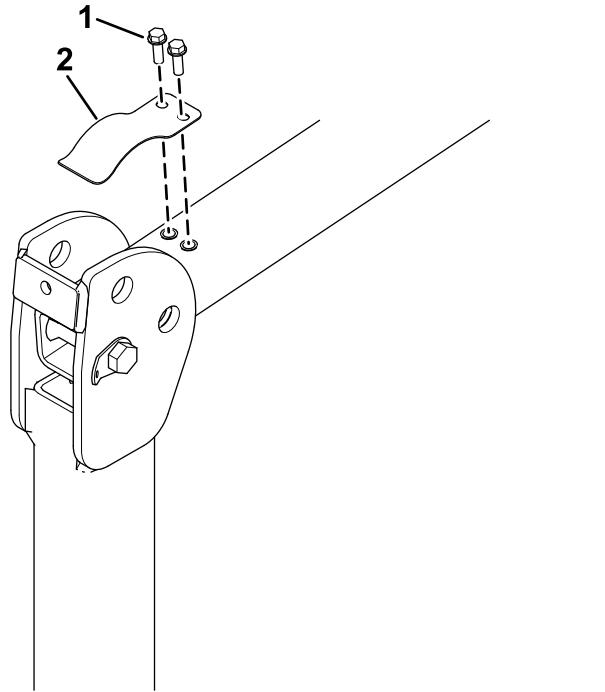

図7
- ロールバーを下げる状態で、ロールバーの両側からガタつき防止用のリーフスプリング(図7)を取り外す。